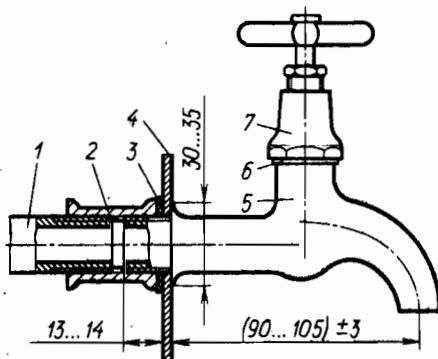

Рис. 35. Кран водоразборный настенный KB15:
**Настенные.** К ним относят латунные краны KB15 (рис. 35) и KB20, устанавливаемые через муфту 2 на трубы с условным внутренним диаметром 15 или 20 мм, т. е. на трубы в 1/2" и 3/4". Кран KB15СД имеет струевыпрямитель и защитно-декоративное покрытие. Он дороже крана KB15 в 2 раза, а кран KB15АД имеет аэратор и защитно-декоративное покрытие. Краны можно ставить в любом месте. Особенно они удобны на садовом или приусадебном участке. При отсутствии пробки или заглушки можно также применить кран.